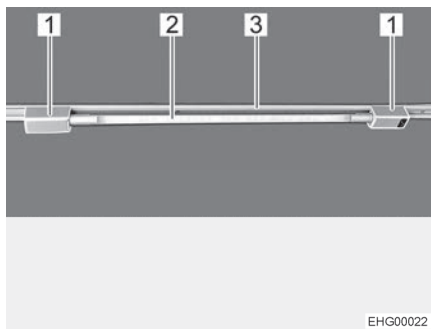

Fig. 54 Tube luminescent
- Placer les deux supports (Fig. 54,1) dans le rail (Fig. 54,3). Tourner pour ce faire les support de 90°.
- Ficher le corps de la lampe (Fig. 54,2) dans un des supports.
- Tourner le corps de la lampe (Fig. 54,2) jusqu'à obtenir l'effet lumineux désiré.